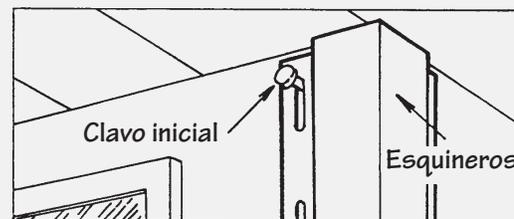

Figura 19.
- Separee los sujetadores un máximo de 16" entre los paneles de revestimiento horizontal, cada 12" para los paneles de revestimiento vertical y cada 8" a 10" para los accesorios. Estas distancias pueden aumentarse si el fabricante permite un espaciado mayor basado en pruebas de carga de viento. Comience fijando el revestimiento vertical y los esquineros en la ranura más alta para sostenerlos en su lugar. Coloque todos los sujetadores en el centro de las ranuras (Figura 19).